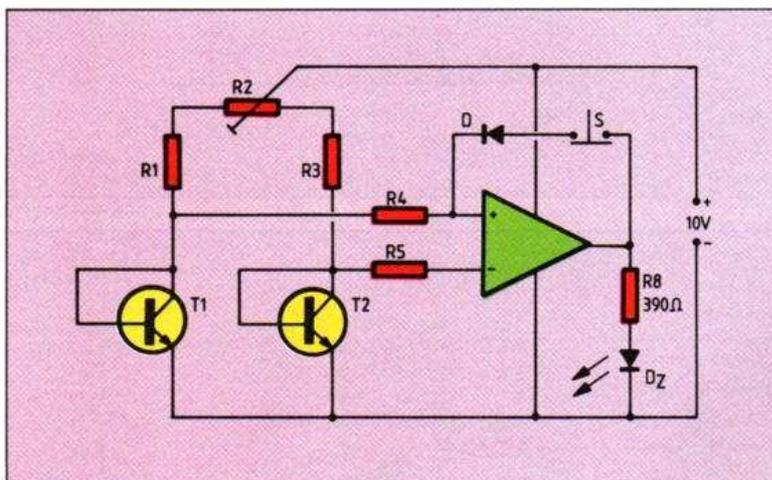

Fig. 4. - Lors du dépassement d'une certaine différence de température, ce montage se bloque en position de signalisation.
$\bar{R}$  : R barre (ou R') pour (B), la lettre R venant du mot « reset » (remis au zéro), puisque la commande B remet la sortie Q au niveau bas (si elle n'y était pas déjà). Nous avons affaire ici à un bistable différent de celui de la figure 4 : on le nomme « bistable R-S » ou « bistable à deux commandes ».
La figure 4 montre que c'est bien simple. Il suffit de connecter une diode en réaction positive. Elle devient conductrice au moment où la tension de sortie de l'amplificateur opérationnel bascule en direction du positif de l'alimentation. Dès lors, elle maintient, entre les
Si cela ne vous suffit pas, sachez que vous ne pouvez pas diminuer  $R_8$  de façon illimitée. Il faut que l'amplificateur opérationnel puisse fournir l'intensité correspondante. Cependant, la tension d'alimentation  $U_{CC}$  du transistor peut être différente de celle du comparateur, ce qui permet, le cas échéant, d'utiliser un relais relativement puissant. Si, par ailleurs, vous désirez qu'il y ait à la fois action et indication, il suffit de connecter une diode lumineuse en série avec  $R_8$  dans le schéma de la figure 4.